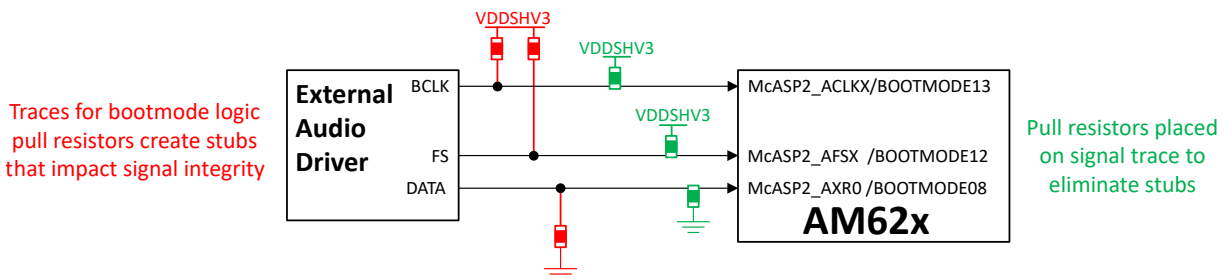

图 4-1. McASP 信号布线残桩
- 外部拉电阻器必须与信号布线串联，以避免电阻器产生残桩。图 4-1 展示了具有和没有布线残桩的拉电阻器示例，必须在设计中复制其中的绿色实现方式。